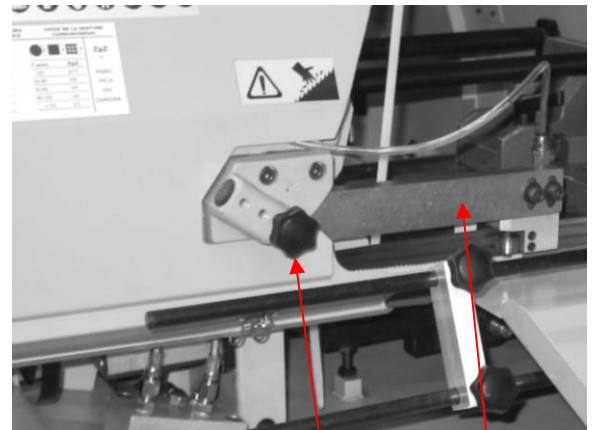

Fig. 23
1. Desserrez la barre de poussée en desserrant la vis de poignée étoile BD (Fig. 23)
2. Déplacez la barre BE (Fig. 23) aussi près que possible du matériau à couper.
3. Serrez la vis de la poignée-étoile BD (Fig. 23)